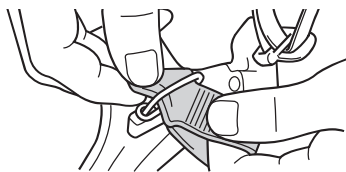

図74 しめひもを外す
1. 左右4カ所については、門環から、しめひもを外します。(図74参照)